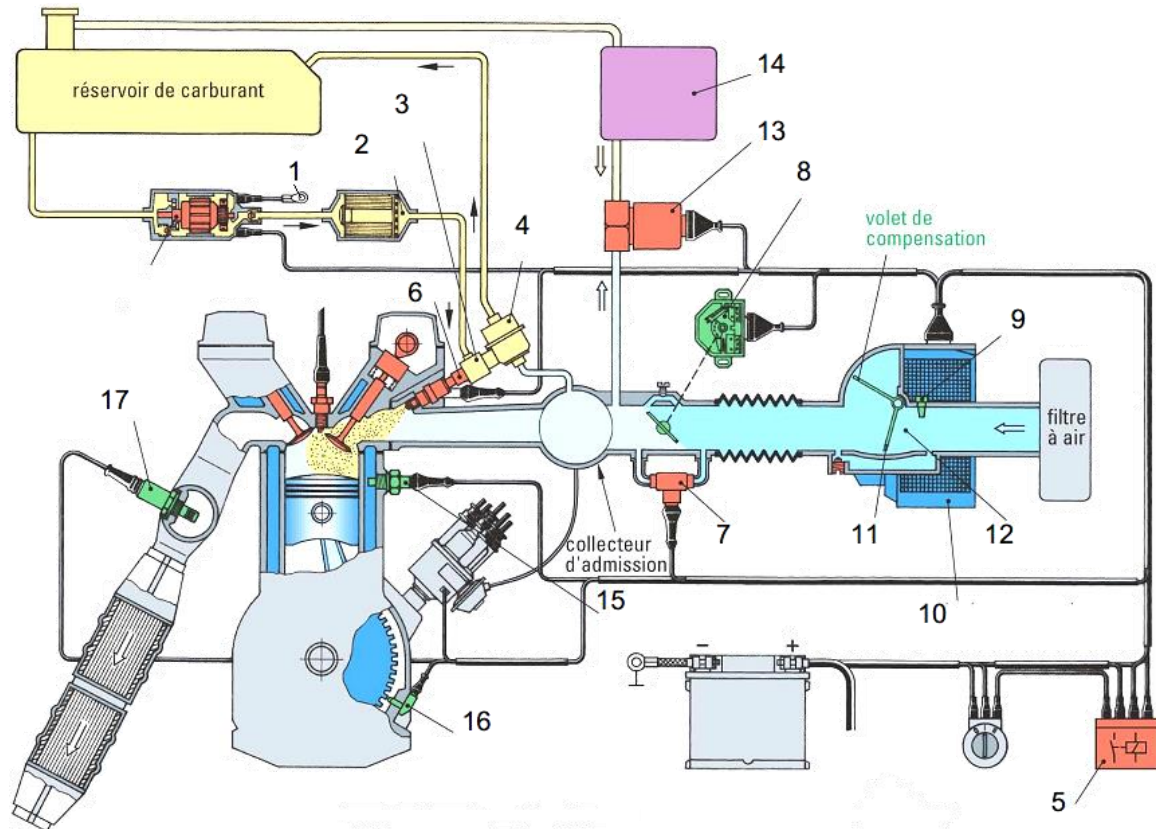

Fig.1.
La sonde de température d'eau 15 (voir Fig.1), communique avec le calculateur de gestion moteur 14 .La résistance varie en fonction de la température du liquide de refroidissement comme le montre le tableau Fig.2.
- Q1. compléter le tableau relatif à la Fig.1.
- a) Quel est la fonction de l'élément 17 (voir fig.1 et fig.3)?
Q1. Compléter le tableau ci-dessous (voir Fig.1):...../2 pts